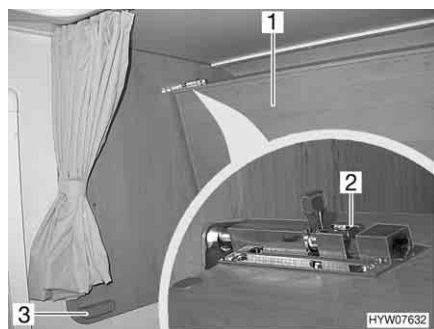

Fig. 39 Letto ribaltabile
- Aprire i chiavistelli di chiusura (Fig. 39,2) sul cassone letto (Fig. 39,1) a destra e a sinistra.
- Ribaltare in avanti il cassone letto. Tenere con entrambe le mani il cassone letto, ruotarlo lentamente in avanti e riporlo sugli alloggiamenti (Fig. 39,3) a sinistra e a destra.